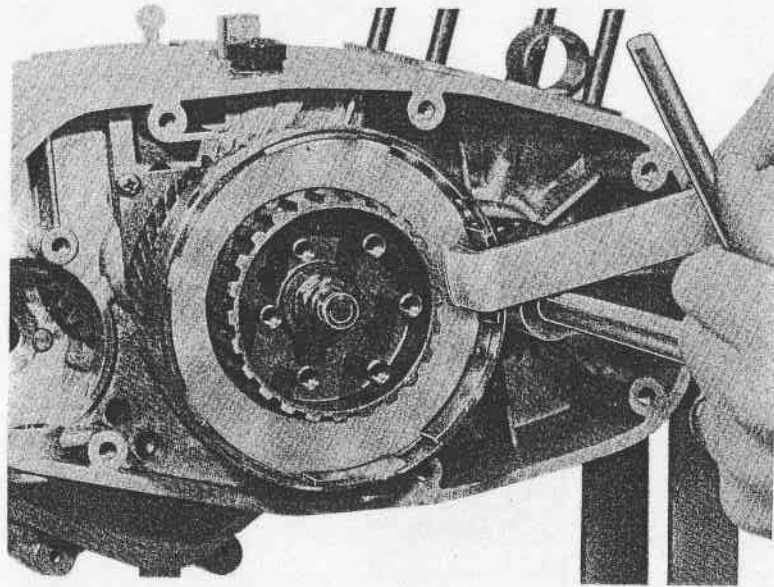

Fig. 15 - Démontage de l'écrou de fixation du pignon moteur
- Retirer l'écrou de fixation du pignon moteur avec une clé de 17 m/m. Pour cette opération est nécessaire bloquer la couple engrenages avec une clé special n° 000532500 (Fig. 15).